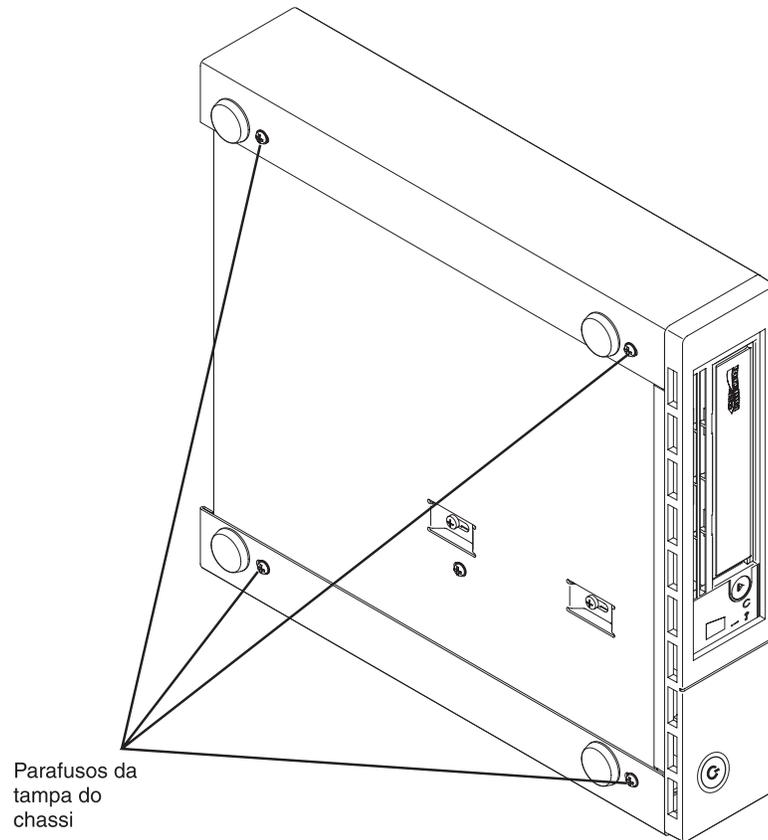

Figura 23. Removendo os Parafusos que Prendem a Tampa e a Unidade Interna
4. Remova os quatro parafusos (consulte Figura 23 na página 80) pelos pés.